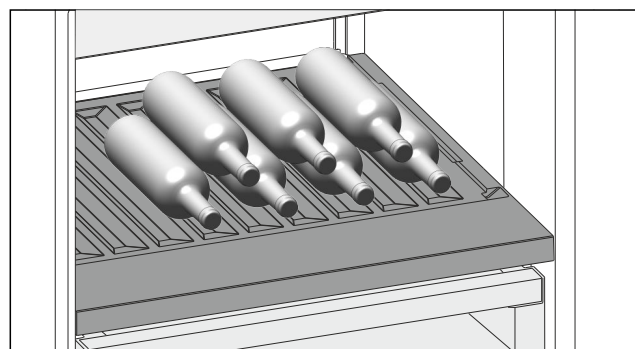

Fig. 81
- ▶ Flaschen mit dem Boden nach hinten zur Rückwand einlegen. (siehe Fig. 81)